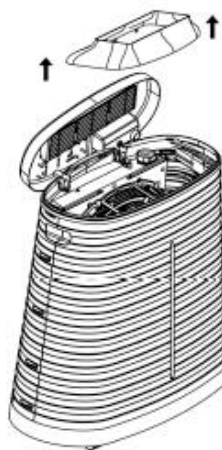

Figure.4
- Fjern dekselet som bestemmer luftstrømmen (fig 4).